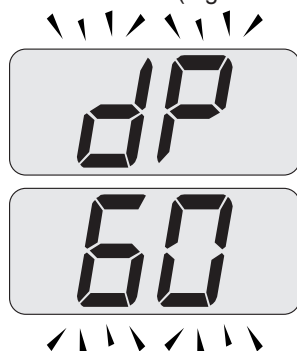

Figura 9.23
- Premendo ulteriormente il tasto 17 è possibile variare nuovamente la potenza in modalità spazzacamino: con visualizzazione sul display LCD delle lettere **dP** che si alternano con il valore di temperatura dell'acqua di riscaldamento (es. **60**), siamo "funzione spazzacamino" alla potenza massima in sanitario (Figura 9.23);